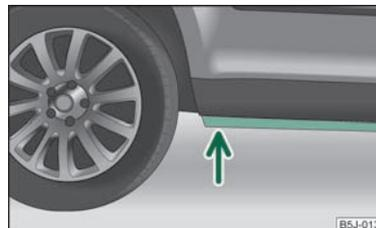

Abb. 119 Gewässer durchqueren
- Vor einer Wasserdurchfahrt die Wassertiefe feststellen. Das Wasser darf maximal bis zum Steg am Unterholm des Fahrzeugs reichen ⇒ Abb. 119.